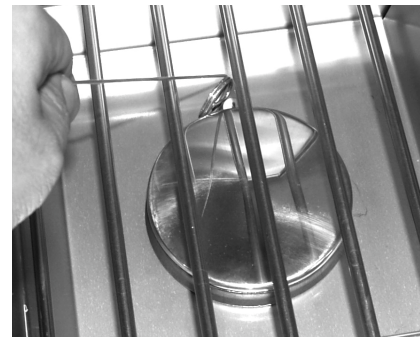

Fig. 28-2 - Éclairage manuel
**ATTENTION:** Attendez toujours cinq (5) minutes le gaz pour se dégager après que n'importe quelle tentative non réussie d'éclairage.
2. Insérez un allumeur brûlant de butane de long-baril, une allumette brûlante de long-tige, ou une allumette brûlante tenue par un support de prolongation de fil par la grille à cuire s'ouvrant au brûleur (fig. 28-2). Tenez la flamme contre le bord du brûleur.
4. Si le brûleur ne se allume pas dans les cinq (5) secondes de tourner le bouton de commande, enfoncez immédiatement le bouton et tournez la valve à **AU LOIN**. **ATTENDEZ CINQ (5) MINUTES** avant de répéter les étapes 2 à 4 des instructions manuelles d'éclairage.